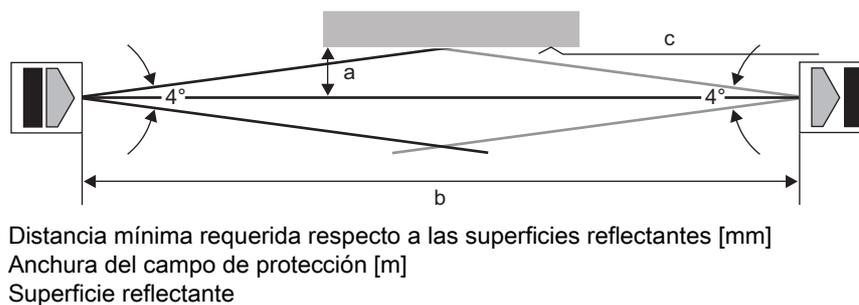

Figura 6.2: Distancia mínima respecto a las superficies reflectantes según la anchura del campo de protección
- ↳ Determine la distancia mínima a (ver figura 6.2).